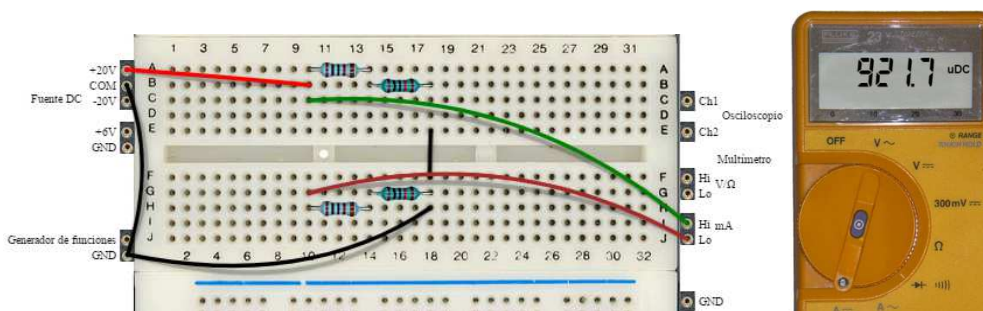

Figura 16. Medida de corriente en la nueva rama
5. Sobre el mismo esquema de la Figura 16, podemos medir la corriente en la rama superior del circuito. Como la resistencia equivalente de esa rama es igual que en la rama inferior ($10k + 1k = 11k$), la corriente será la misma.